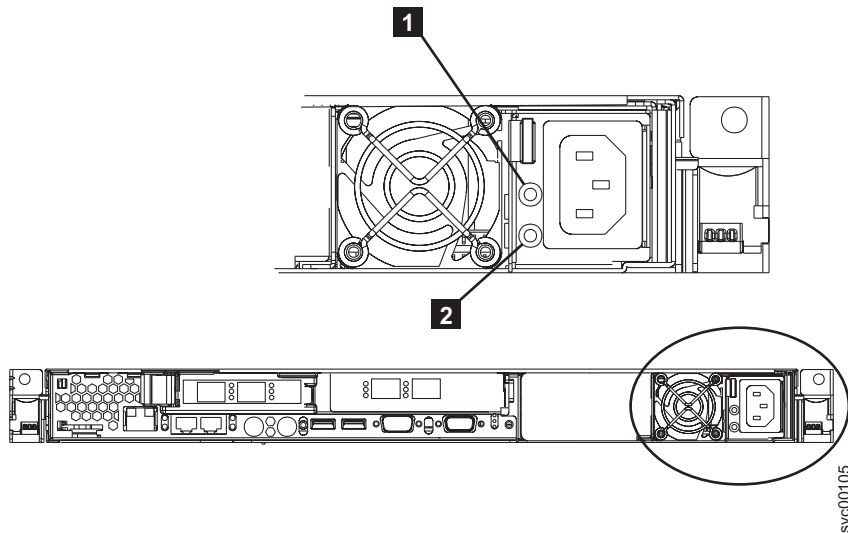

図 105. AC および DC 電源 LED
- 電源装置のファンが始動して、電源装置上の AC 電源 LED **1** と DC 電源 LED **2** が点灯し、電源装置が正しく作動していることを示していることを確認してください。図 105 を参照してください。